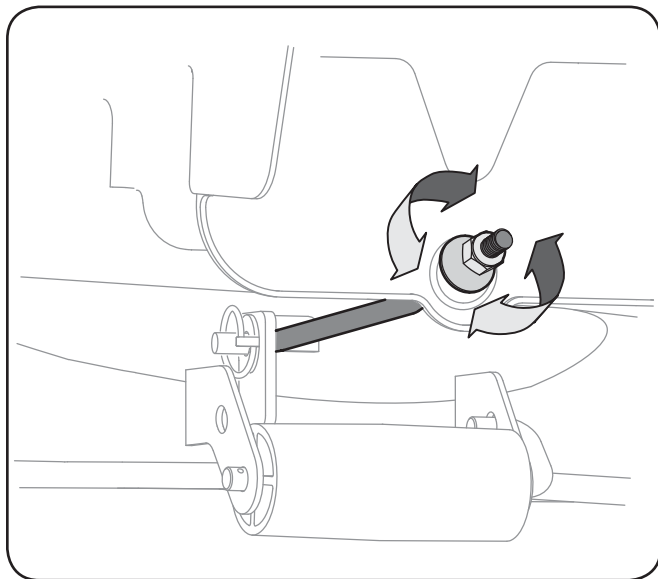

Figure 6-4
1. Desserrez le contre-écrou à six pans qui se trouve sur la tige de suspension du plateau de coupe et éloignez-la de l'écrou à six pans interne. Voir la Figure 6-4.
- Desserrez l'écrou à six pans pour abaisser l'avant du plateau de coupe. Voir la Figure 6-4.